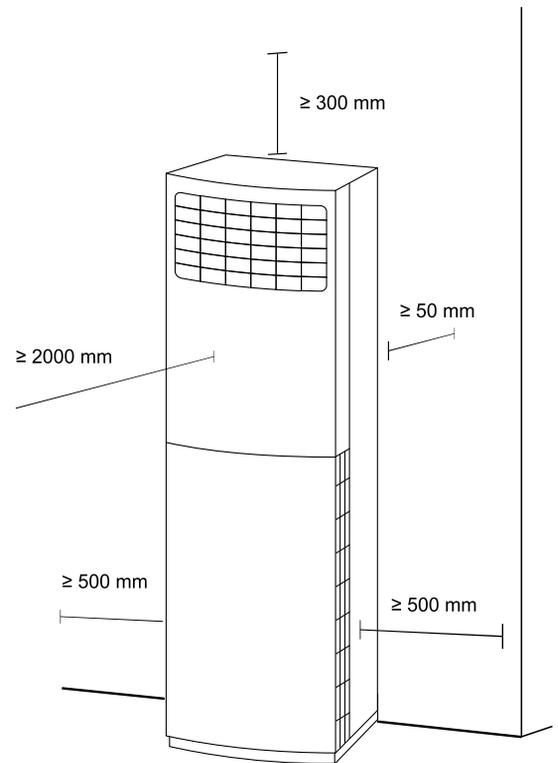

Рисунок 28 - Требования к пространству для установки внутренних блоков канального типа
- Должно быть обеспечено достаточное пространство для установки и дальнейшего обслуживания (см. рис. 28);